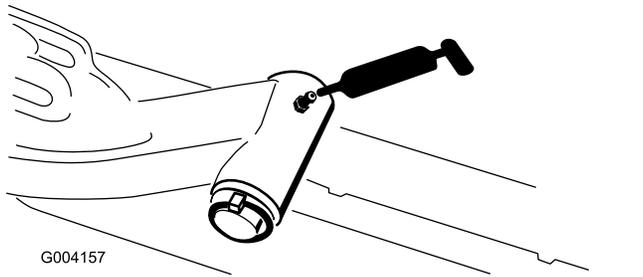

Bild 65
- Hubarmgelenkwelle (1) (Bild 65)